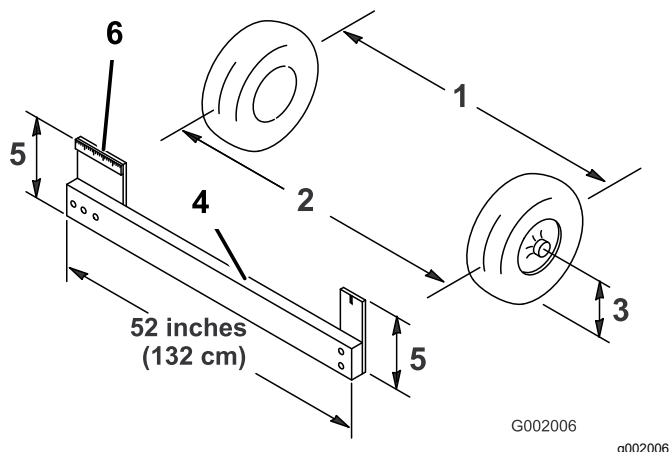

Figura 50
4. Mida la distancia entre los neumáticos delanteros a la altura del eje, en la parte delantera y trasera de las ruedas (Figura 50).
Nota: Necesitará una plantilla o un indicador de alineación para medir la parte delantera de las ruedas delanteras a la altura del eje. Utilice la misma plantilla para medir con precisión la parte delantera de las ruedas delanteras a la altura del eje (Figura 50).